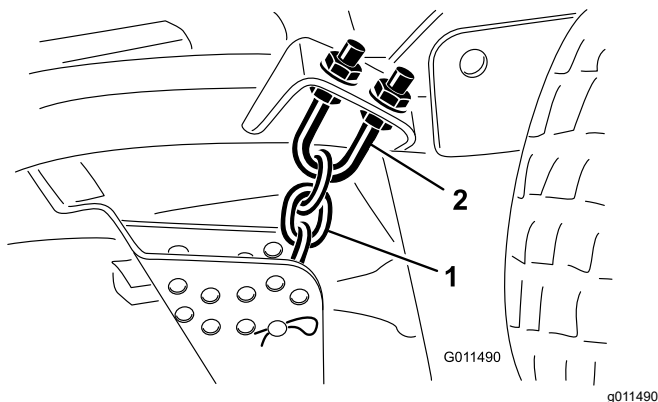

Figura 83
1. Afloje las contratuercas en la parte superior o inferior del perno en U de la cadena de altura de corte (Figura 83).